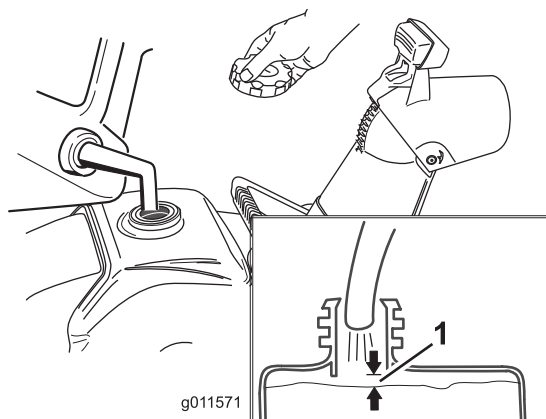

Figura 13
1. Accertatevi che il serbatoio della benzina non sia eccessivamente pieno (vedere Figura 13) e che il tappo del serbatoio sia ben saldo in posizione.